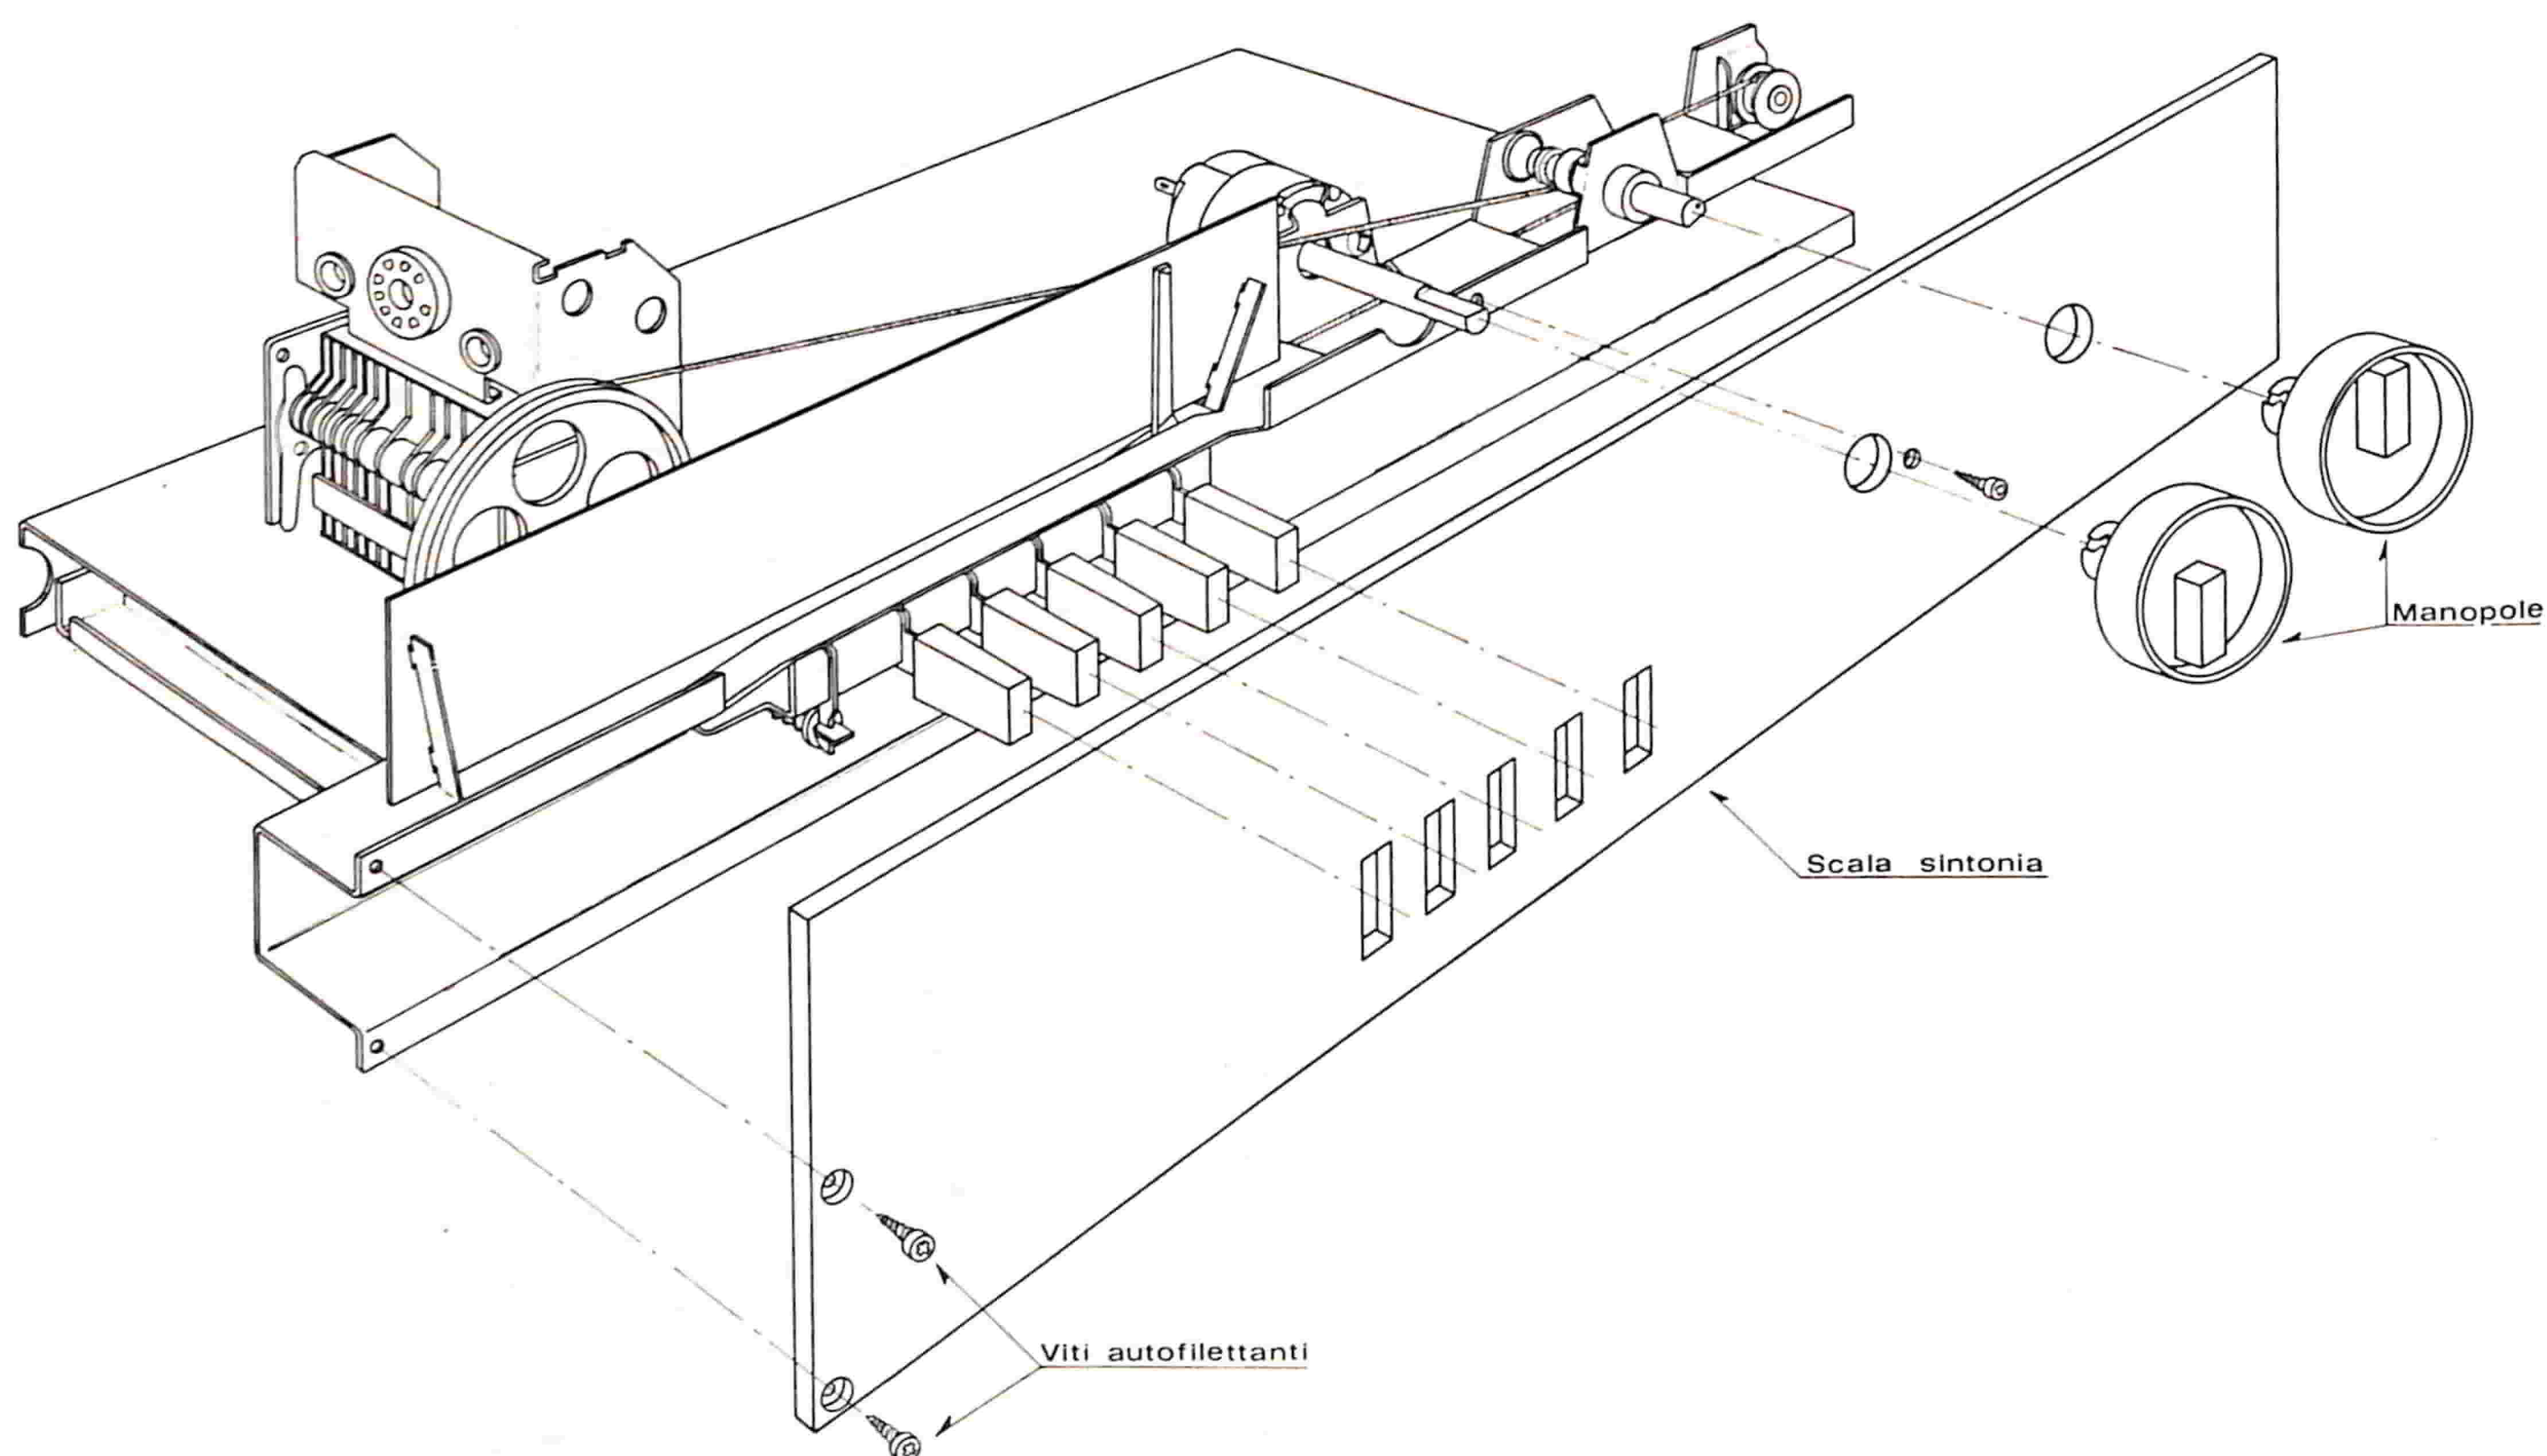

Fig. 10 - Montaggio della scala di sintonia.
- Montare la scala di sintonia e fissarla con le tre viti autofiletanti - fig. 10.